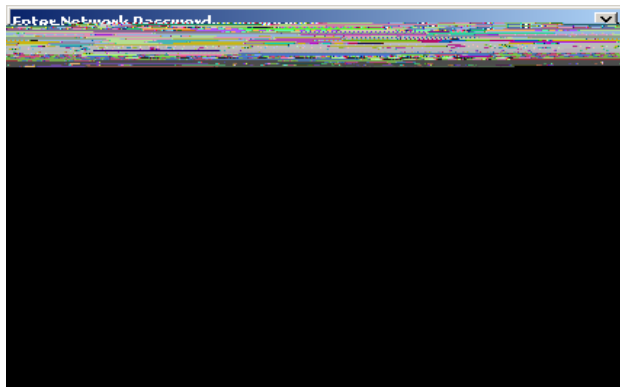

figura 29.2: Finestra di accesso
- 4 Scorrere fino in fondo alla pagina e fare clic sul collegamento ipertestuale *Continue* per accedere all'interfaccia web. Appare una schermata simile a quella di figura 29.2.